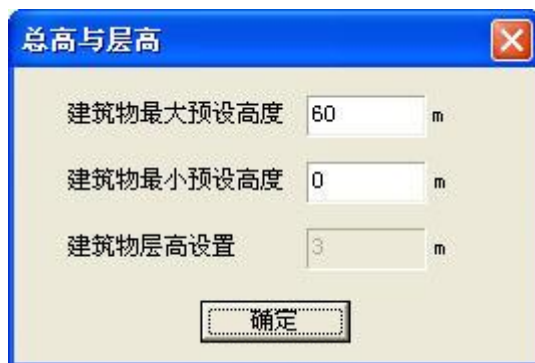

图 13-6 总高与层高对话框
- 3) 拾取计算区域：拾取要计算极限容积的各区域，即拟建建筑的底面轮廓，点击对话框中计算区域后“拾取”按钮，选择拟建建筑区域后（选中的变为红色）单击鼠标右键，即弹出总高与层高设定对话框，如图 13-6 所示，最大与最小预设高度即拟建建筑的高度变化范围。